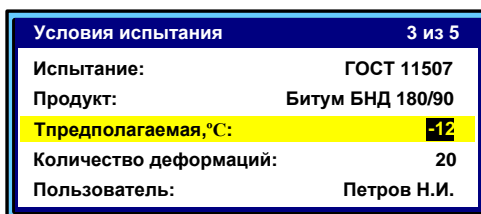

Рисунок 9 – Режим ввода предполагаемой температуры хрупкости
4.5.2.1 В режиме ожидания нажать клавишу «*», выбрать пункт меню «**Условия испытания**» → «**Тпредполагаемая(°C):**» и нажать клавишу «**Режим**». Аппарат переходит в режим ввода предполагаемой температуры хрупкости (см. рисунок 9).